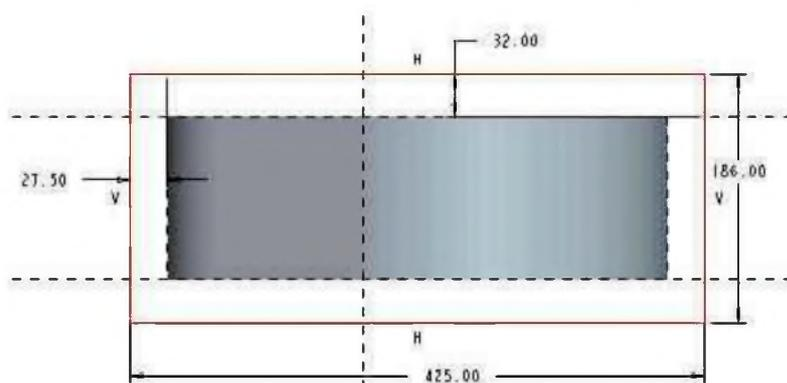

图 2-3
5) 调整视图方向，选择“草绘”|“参照”，选取图 2-3 所示的线为参照，然后单击“草绘方向”按钮 ，使草绘平面与屏幕平行。
6) 绘制图 2-3 所示的草绘截面，单击“草绘器”工具栏中的  按钮退出草绘模式。